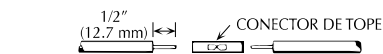

Figura 3
4. Introduzca los extremos del conductor del motor y de los extremos del cable en los conectores de tope (consulte figura 3). Asegúrese de que los colores del cable de segregación y de los conductores del motor coincidan.